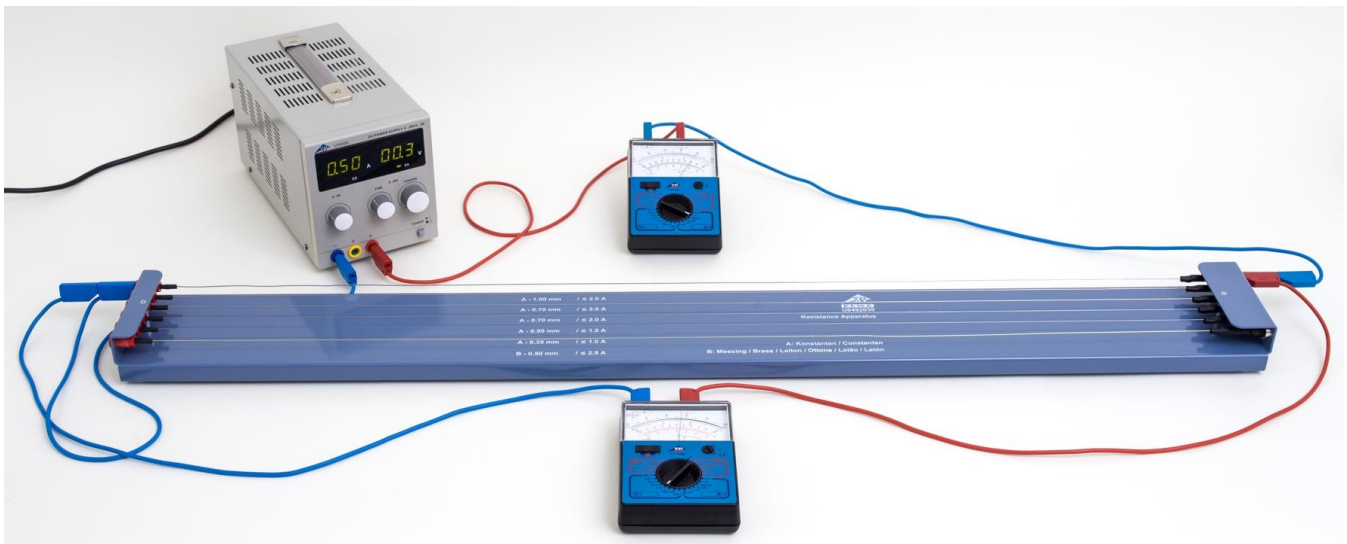

Fig. 1: Disposizione per la misurazione
- Eseguire la disposizione per la misurazione secondo Fig. 1. Collegare le prese "+/-" dell'alimentatore alle prese situate presso le estremità del filo da misurare. Tra di esse collegare in serie un multimetro per la misurazione della corrente. Alle prese situate presso le estremità del filo da misurare, collegare in parallelo un secondo multimetro per la misurazione della tensione.